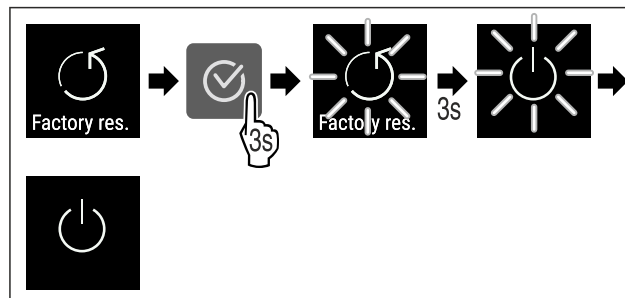

Fig. 112
- ▶ Proved'te akční kroky (viz Fig. 112) .